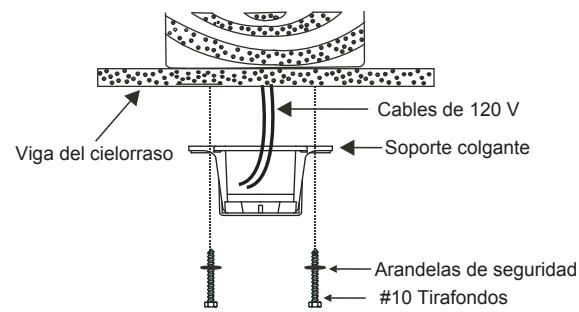

Fig. 7
**(Fig. 7)** **NOTA: ESTE PASO ES SÓLO PARA CANADÁ.**
**¡PRECAUCIÓN!** EL SOPORTE COLGANTE DEBE INSTALARSE DIRECTAMENTE EN LA VIGA DEL CIELORASO UTILIZANDO LOS DOS TIRAFONDOS Y ARANDELAS PROPORCIONADOS. **(Fig. 7)**